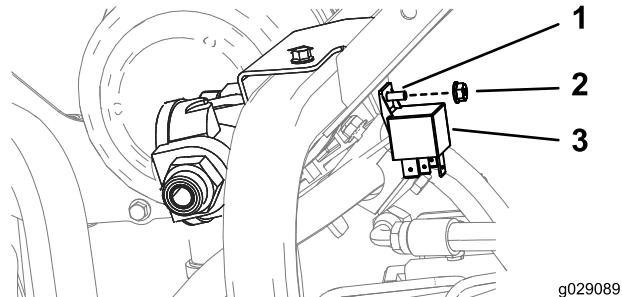

Figura 13
- Instale o relé como se mostra na Figura 13.